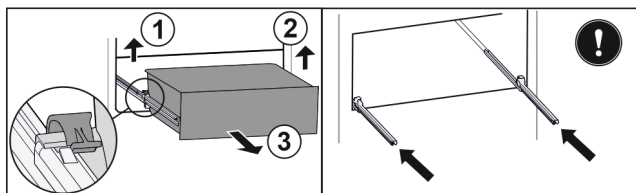

Fig. 83
- Sollevare il morsetto sinistro e allo stesso tempo tirare in avanti il cassetto sinistro. Fig. 83 (1)
- Sollevare il morsetto destro e allo stesso tempo tirare in avanti il cassetto destro. Fig. 83 (2)
- Rimuovere il cassetto tirandolo in avanti. Fig. 83 (3)